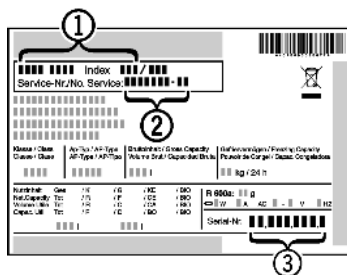

Fig. 12
- ▶ Apparaataanduiding *Fig. 12 (1)*, service-nr. *Fig. 12 (2)* en serie-nr. *Fig. 12 (3)* van het typeplaatje aflezen. Het typeplaatje bevindt zich aan de linkerkant binnen in het apparaat.
- ▶ Contact opnemen met de Technische Dienst en het probleem, apparaataanduiding *Fig. 12 (1)*, service-nr. *Fig. 12 (2)* en serie-nr. *Fig. 12 (3)* mededelen.